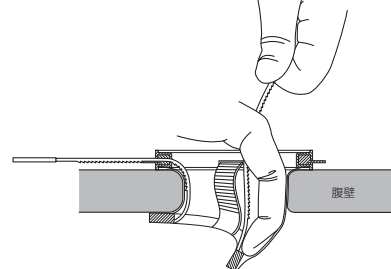

図11
- 解除したフラップの体内リングとフラップの接着起始部の手前で押し下げ体内リングを折り曲げる。(図11)